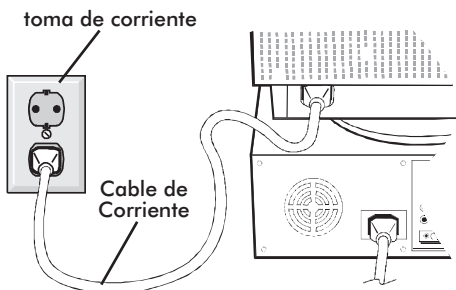

Figura C.1
4. Conecte uno de los extremos del cable de corriente al monitor MultiSync FE700 y el otro extremo a una toma de corriente (Figura C.1).